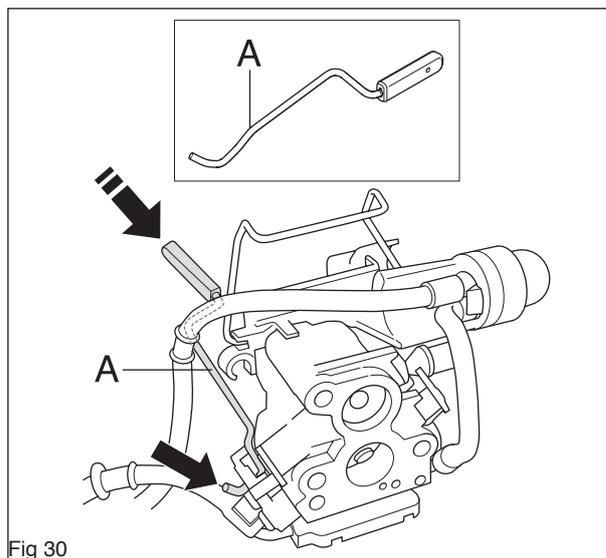

Fig 30
3. Sortir le levier de l'actionneur de papillon de la poignée. Le décrocher du carburateur (voir la figure 30).